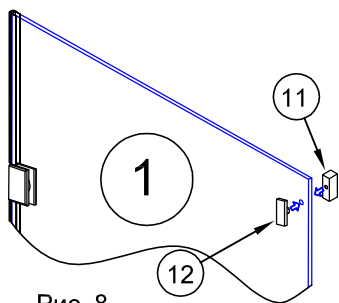

Рис. 8
3.2. В отверстие в стекле боковой стенки №1 с внешней стороны установить заглушку №12. С внутренней стороны приставить фиксирующую бобышку от крепления рельс-стена №11. Скрутить детали винтом (винт поставляется в комплекте с заглушкой). Размещение деталей вертикальное по длинной стороне. (Рис.8)